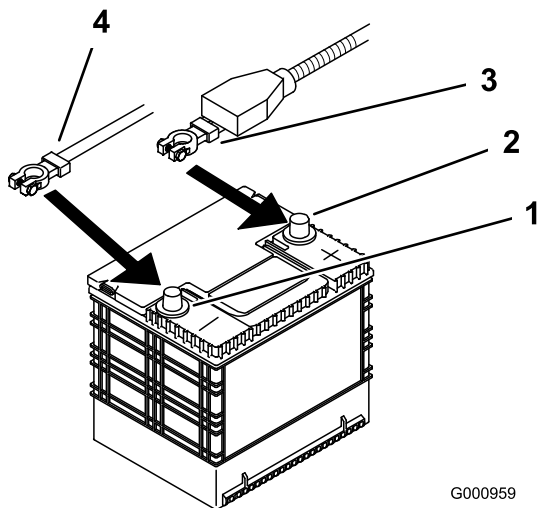

Figura 53
4. Primero desconecte el cable negativo del borne negativo (-) de la batería (Figura 53).
5. Retire la cubierta de goma roja del borne positivo (rojo) de la batería. Luego retire el cable positivo (rojo) de la batería (Figura 53).
4. Fije los cables con 2 pernos (1/4 x 3/4 pulg.), 2 arandelas (1/4 pulg.), y 2 contratuercas (1/4 pulg.) (Figura 53).